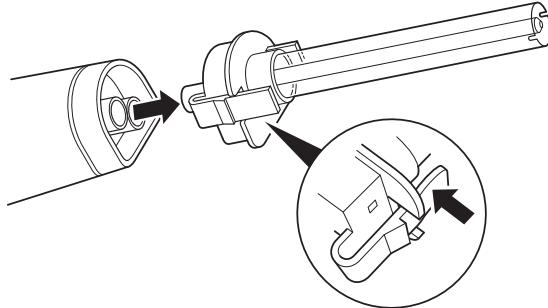

图 2 - 取下冲洗头装配件
1. 按下冲洗头装配件上的锁扣机构并将冲洗头装配件从操作柄取出(图 2)。